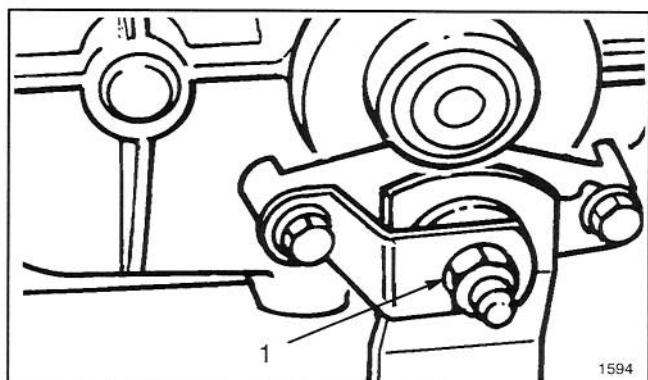

Figure 23
3. Serrer le contre-écrou d'environ 1/4 de tour vers la droite (Fig. 23).